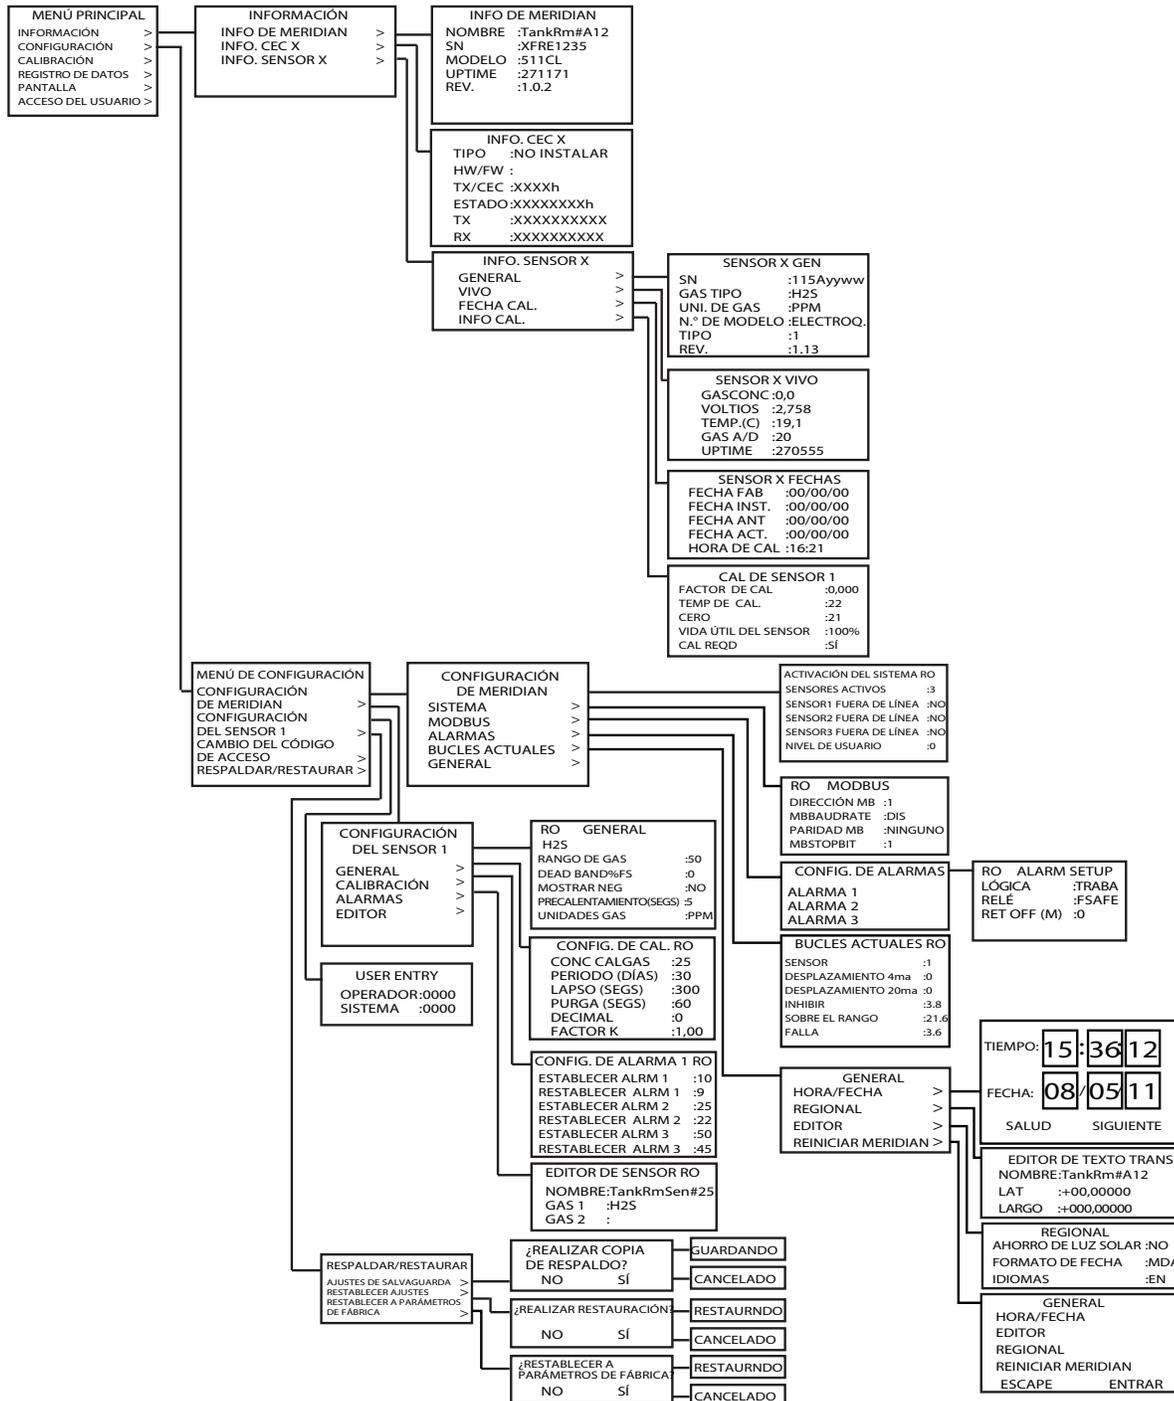
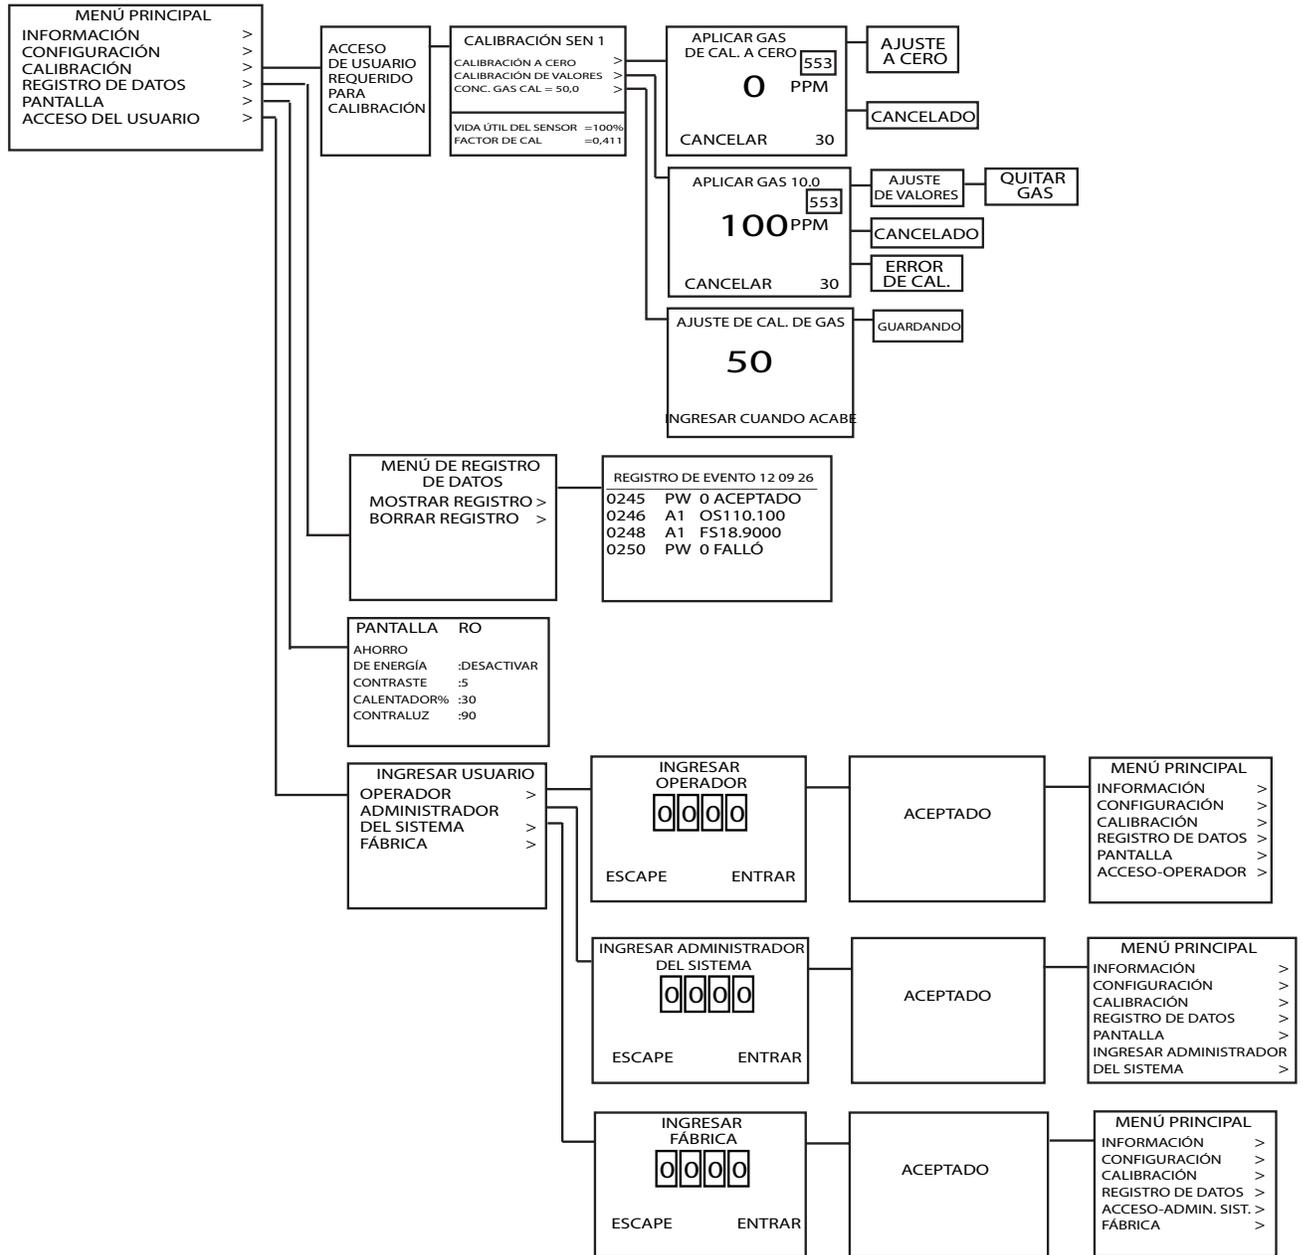
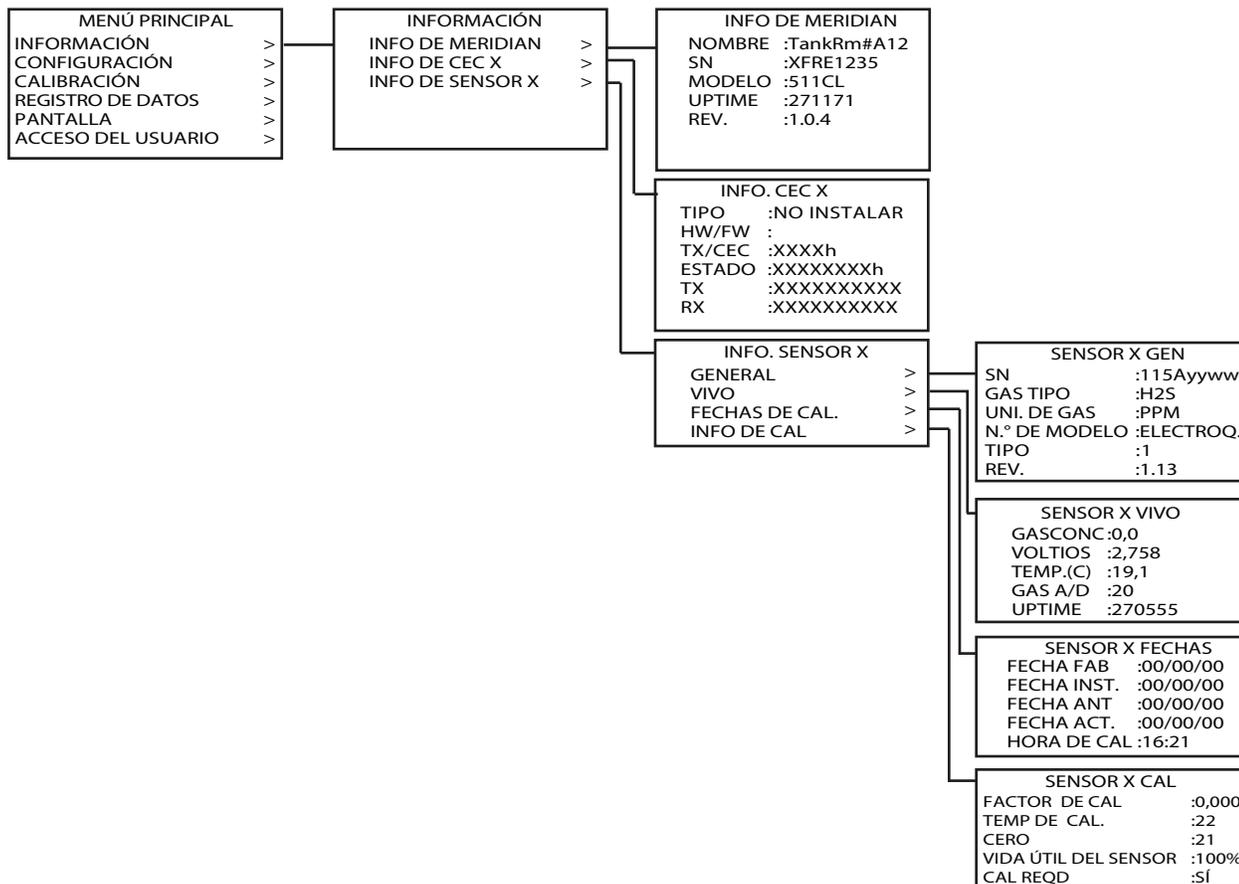
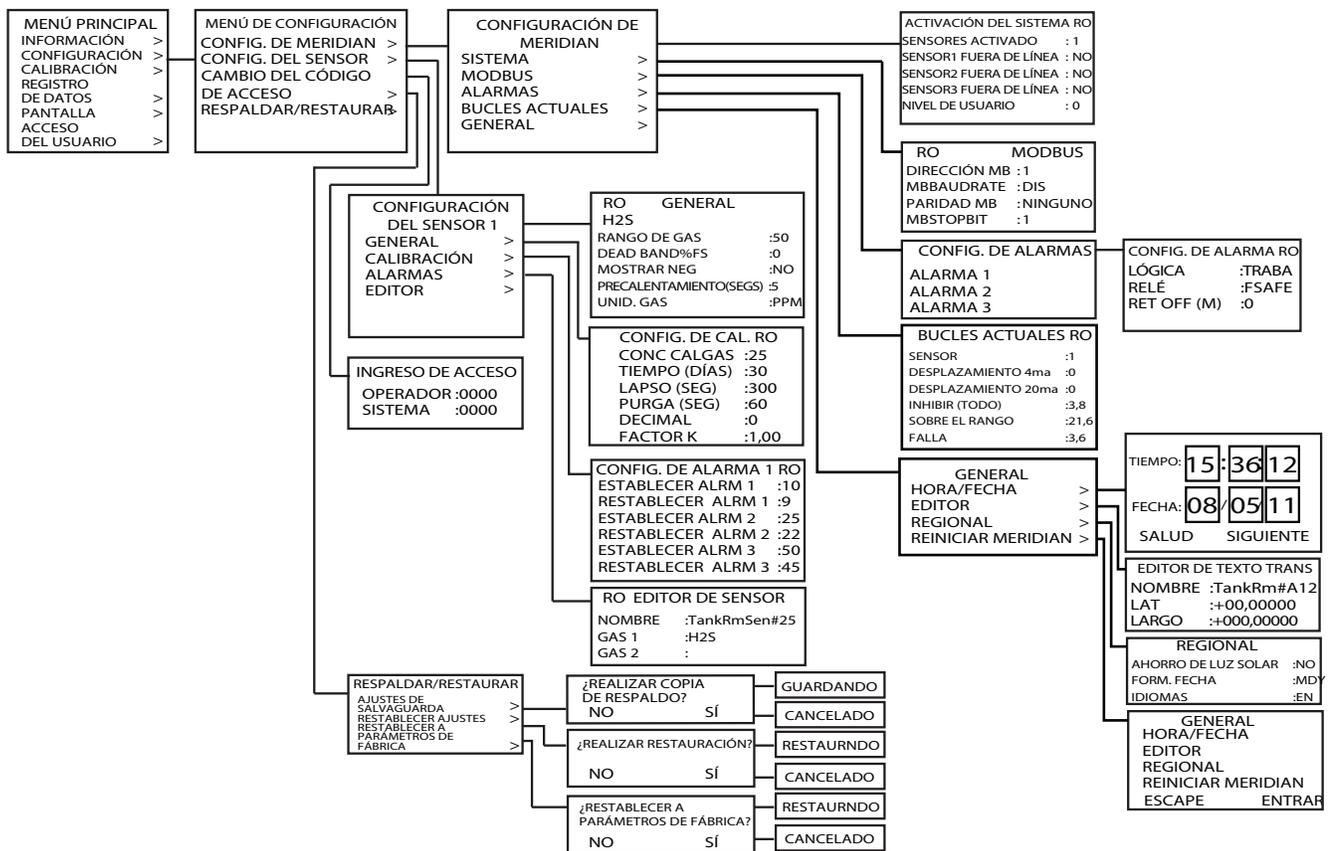

Figura 5-1: Estructura del menú Configuración – Hoja 1 de 2
Figura 5-2: Estructura del menú Configuración - Hoja 2 de 2
Figura 5-3: Estructura del menú Información
Figura 5-4: Estructura del menú Configuración
Figura 5-1: Estructura del menú Configuración – Hoja 1 de 2 y la Figura 5-2: Estructura del menú Configuración – Hoja 2 de 2 describen de manera general toda la estructura del menú de configuración. La estructura del menú de configuración de un dispositivo está dividida en seis (6) árboles del menú. Éstos son: Información (ver la Figura 5-3: Estructura del menú Información), Configuración (ver la Figura 5-4: Estructura del menú Configuración), Calibración (ver la Figura 5-5: Estructura del menú Calibración), Registro de datos (ver la Figura 5-6: Estructura del menú Registro de datos), Pantalla (ver la Figura 5-7: Estructura del menú Pantalla) y Acceso del usuario (ver la Figura 5-8: Estructura del menú Acceso del usuario).
El acceso a ciertos menús de entrada de valores y parámetros individuales se restringe y se indica mediante SL (solo lectura) ubicado en la esquina superior izquierda de las pantallas del menú. Requieren un acceso de usuario. Consulte la Figura 5-1: Estructura del menú Configuración – Hoja 1 de 2, la Figura 5-2: Estructura del menú Configuración – Hoja 2 de 2 y la Tabla 5-1: Parámetros del menú Información a la Tabla 5-9: Parámetros del menú Acceso del usuario.
Use las teclas magnéticas para navegar por la estructura de menús según lo requiera. Consulte la Figura 5-3: Estructura del menú Información. Los parámetros se detallan en la Tabla 5-1: Parámetros del menú Información.
Use las teclas magnéticas para navegar por la estructura de menús según lo requiera (Figura 5-4: Estructura del menú Configuración, Tabla 5-2: Parámetros del menú de configuración del transmisor, Tabla 5-3: Parámetros del menú de configuración del sensor X, Tabla 5-4: Cambiar parámetros del menú de configuración del acceso del usuario y Tabla 5-5: Respalidar/Restaurar parámetros del menú de configuración).